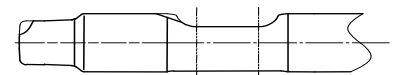

Fig. 3
- (5) Voorkom loos slaan. Breuk of losschietende delen treedt dan op in dat deel dat in contact staat met de zoals te zien in Fig.3.